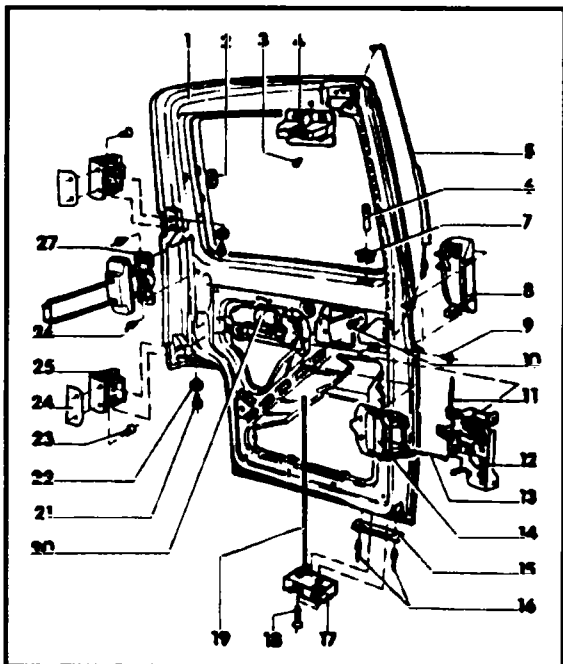

Рис. 10.41 Устройство задней двустворчатой двери
◆ Поддерживая дверь отверните болты крепления (21, см. рис. 10.41) верхней и нижней петель (25).